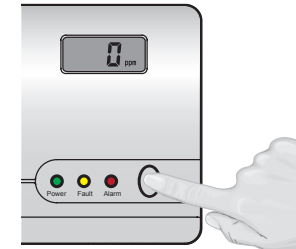

Figura 7
8.4.1 Apăsăți butonul TEST. În stare de alarmă se va declanșa BLOCAJUL de alarmă. Lampa LED roșie și verde clipește împreună la fiecare 10 secunde; simbolul „DIFUZOR” dispăre de pe display. În timpul blocajului de alarmă de 2 minute, aparatul nu reacționează la nici un input (intrare de date). Dacă concentrația de CO depășește 300 PPM în decurs de 3 minute, aparatul declanșează alarma (vezi figura 7).